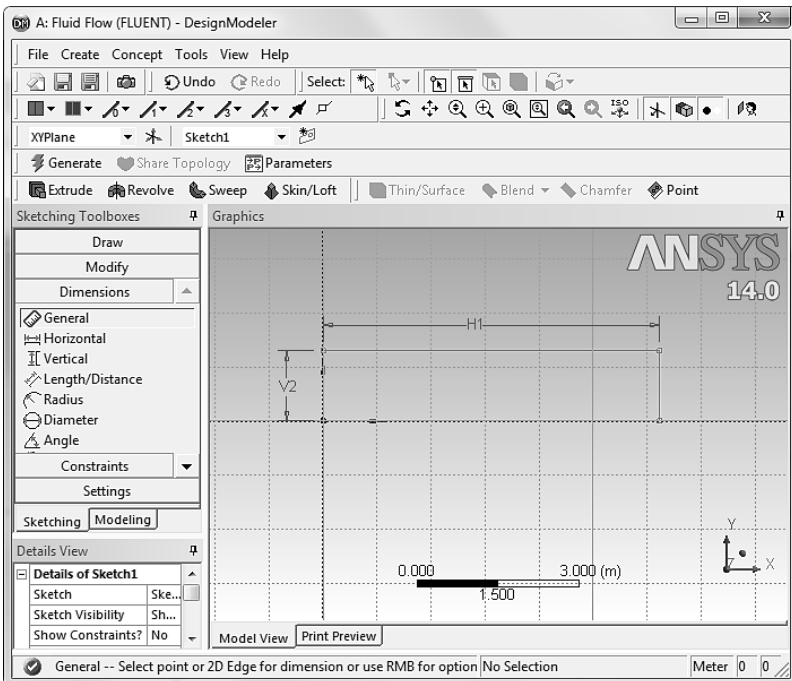

Рис. 1.13
- 7) Нанесем размеры на прямоугольник. На панели Sketching Toolboxes выбираем табулятор Dimensions. На панели Graphics подводя курсор к верхней стороне прямоугольника, нажимая и удерживая левую кнопку мыши отводим курсор вверх. При этом появятся линии разметки. Такие же действия проделываем с левой стороной прямоугольника, только курсор отводим влево, рис. 1.13.